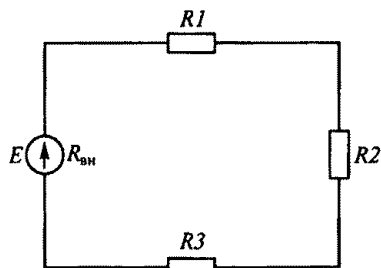

Рис. 13
1.27. Какое соединение резисторов $R1...R3$ представлено на рис. 13?